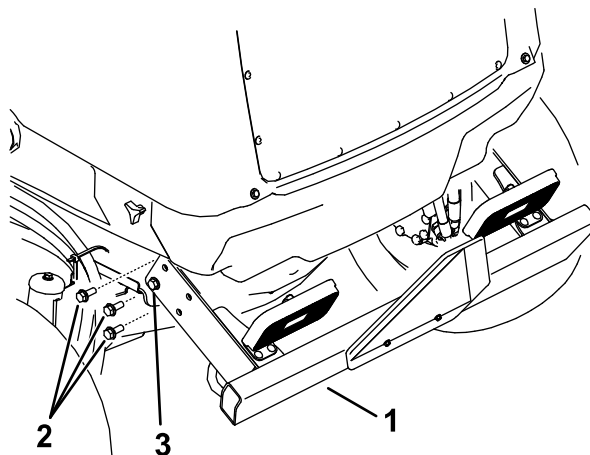

Figura 107
2. Togliete le tre (3) viti flangiate da ciascun lato del paraurti posteriore, come illustrato nella Figura 107.
flangiate che fissano il paraurti posteriore al telaio (Figura 107).